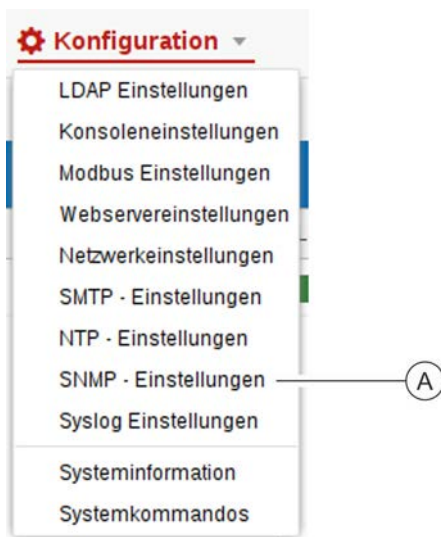

Abb. 232: SNMP-Einstellungen aufrufen
1. Über „Konfiguration → SNMP - Einstellungen“ die SNMP - Einstellungen aufrufen (Abb. 232/ⓐ).